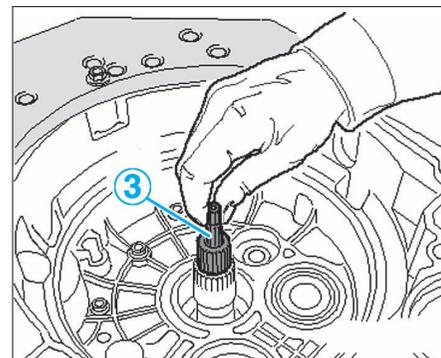

FIG. 12
- Retirer l'arbre de pompe à huile (3) (Fig.12).